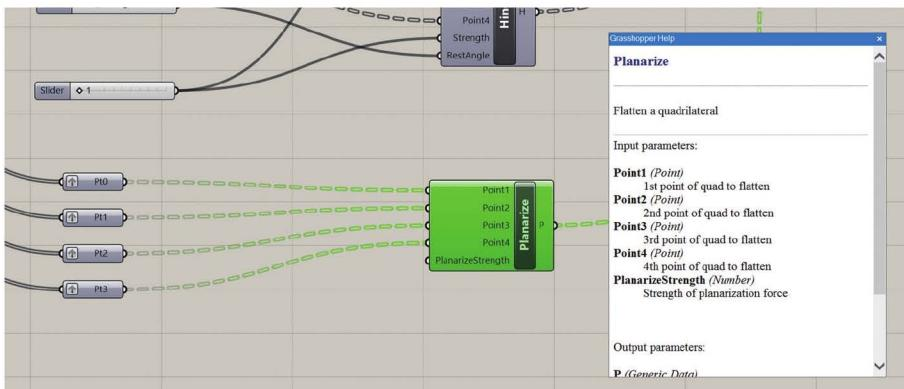

Figure 4
3. Planarize : 평활도를 유지시켜주기 위한 추가적인 안전장치이며 접하지 말아야 할 면의 꼭지점들을 연결해 줍니다(Figure 4).